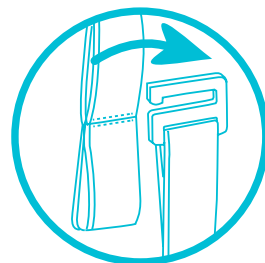

Fig. 3g
- Para extraer la plataforma, desabroche la hebilla de ajuste de la correa pequeña (Fig. 3g).